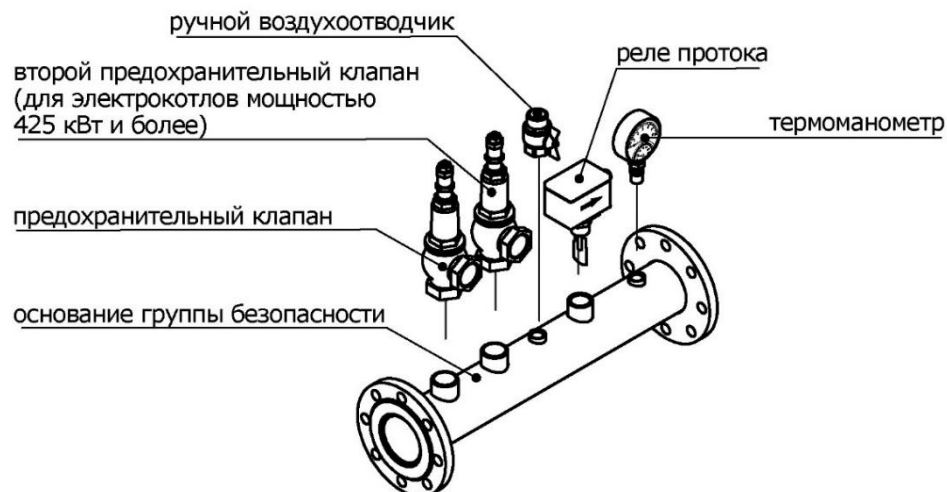

Рис. 4
6.8. Реле протока монтируется на основании группы безопасности (см. рис. 4) так, чтобы направление потока совпадало с направлением стрелки на корпусе. Перед монтажом на рычаг реле протока необходимо установить подходящий по размеру лепесток из комплекта поставки. Лепесток реле протока при перемещении не должен касаться стенок трубы и при этом быть максимально возможным по размеру (допускается корректировать размер лепестка, отрезая ножницами лишние участки лепестка). Нормально-разомкнутые клеммы переключателя реле протока необходимо к соответствующему кабелю электрокотла (кабель реле протока при транспортировке электрокотла закреплён хомутом на выходном патрубке).
6.12. Перед циркуляционным насосом обязательно должен быть установлен фильтр грубой очистки с размером ячеек сетки фильтрующего элемента не более 500 мкм, обратный клапан (при параллельном подключении нескольких электродкотлов) и кран (см. рис. 4).